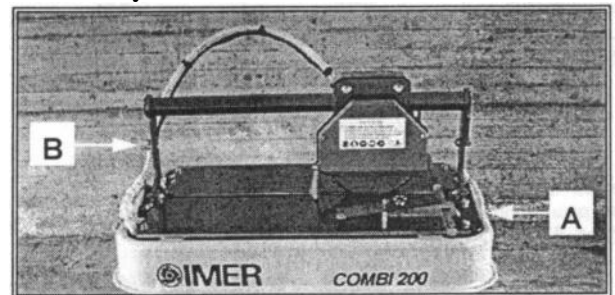
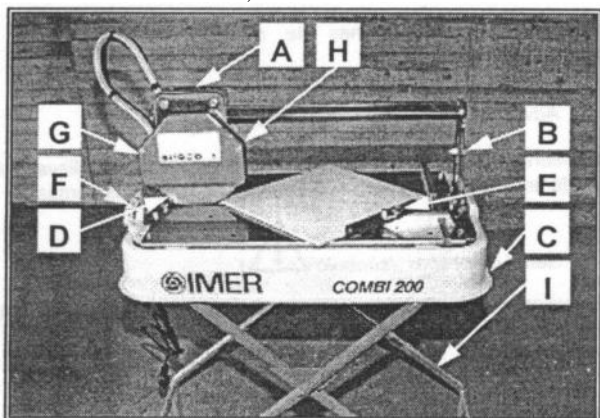
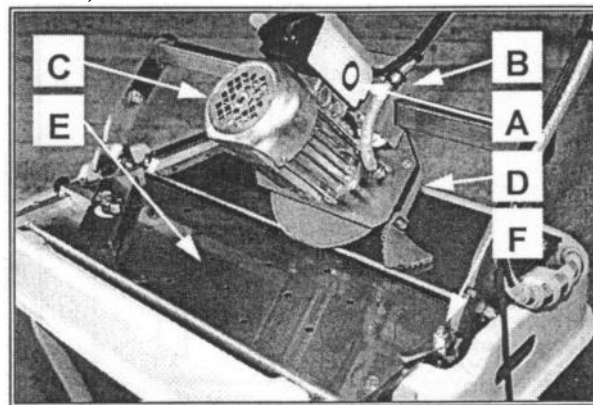

Fig. 2.1
Fig. 3.1
Fig. 3.2
◆ Vid förflyttning av maskinen, även inom arbetsområdet, måste såghuvudet alltid fixeras med hjälp av haken (Fig. 3.1-G). Maskinen lyfts med hjälp av handtagen på vattentråget (Fig. 2.1-A)
Maskinen kan förses med ett benställ (tillval) vars utseende framgår nedan (Fig. 3.1).
**Maskinen måste anslutas till jord på arbetsplatsen. Anslutningsställe på maskinen utgörs av en skruv (Fig. 3.1-B) placerad på höger balkarm och markerad med jordsymbol.**
Motorn startar då huvudbrytaren, en tryckknapp på handtaget (Fig. 3.2-A) tryckt in.
Maskinen består av ett rörligt såghuvud (Fig. 3.1-A), en fixerbar ram (Fig. 3.1-B), ett vattentråg (Fig. 3.1-C) och en vinkelguide (Fig. 3.1-E). Maskinen är försedd med säkerhetsanordningar som möjliggör maximal säkerhet. (Fig. 3.1-D).
1. Materialstycket som skall sågas placeras på uppläggningsytan (Fig. 3.2-E), med önskad vinkel inställd på vinkelguiden (Fig. 3.1-E).
2. Välj sågvinkel, vertikalt (Fig. 3.1) eller vinklad 45° (Fig. 3.2). För att ändra sågvinkeln, lösgör haken (Fig. 3.1-F), vinkla ramen och fixera haken igen.
3. Lösgör såghuvudet genom att lossa på haken (Fig. 3.1-G).
4. Starta maskinen genom att hålla huvudbrytaren på handtaget intryckt (Fig. 3.2-A).
- ◆ Om 45°- och 90°-snitten är felaktiga, justera skruvarna på balkarmarna (Fig. 3.2-F).
1. Ett kullagrat hus (Fig. 3.2-B och Fig. 3.1-A)
2. En elmotor (Fig. 3.2-C)
3. En diamantklinga (Fig. 3.1-D)
4. En huvudbrytare (Fig. 3.2-A)
5. Ett klingskydd (Fig. 3.1-H)
7. En hake för inställning av sågvinkel (Fig. 3.1-F)
8. En hake för fixering av såghuvudet (Fig. 3.1-G)